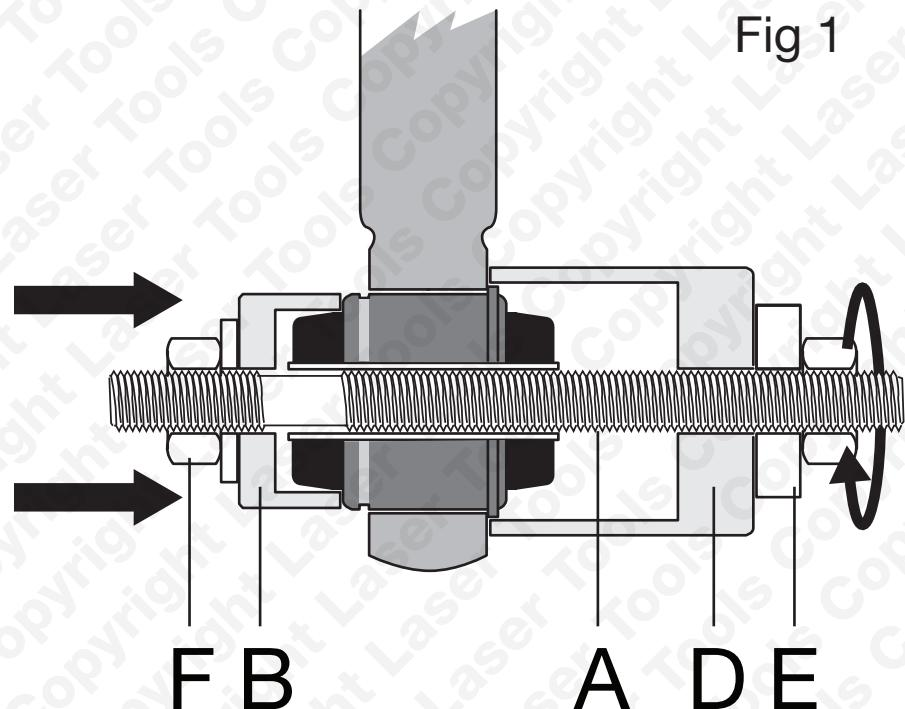

Fig 1
10. Montar a ferramenta conforme ilustrado na Fig. 1; assegurar que a parte plana/recortada do vaso de apoio (D) está voltada para a placa posterior do travão. Rodar o conjunto porca/rolamento (E) para que o mancal existente possa ser extraído do vaso de suporte (D). Verificar se todos os componentes estão direitos e alinhados, caso contrário, poderão ocorrer danos. O binário máximo aplicado na porca/rolamento (E) é de 80 Nm.